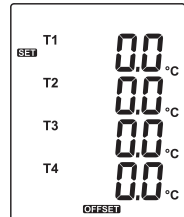

Fig.10
(1) Mit der oder Taste den Messkanal auswählen
(2) (siehe Fig.10)